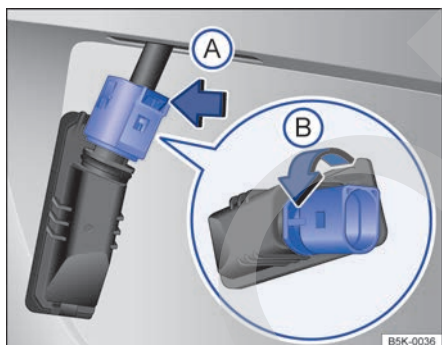

Fig. 152 Luz de matrícula: desmontaje del portalámparas.
- 4 Presione sobre el bloqueo del conector en el sentido de la flecha → fig. 152 (A) y desacople el conector.
- 5 Gire el portalámparas en el sentido de la flecha → fig. 152 (B) y extráigalo con la lámpara.
- 7 Coloque el portalámparas en la luz de matrícula y gírelo en el sentido contrario al de la flecha → fig. 152 (B) hasta el tope.